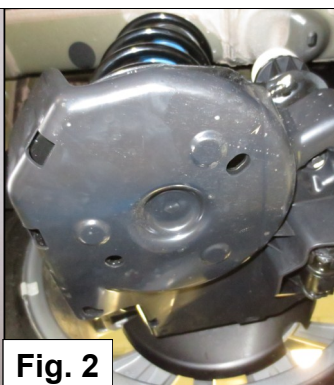

Fig. 2
1. Remove the protective covers on the underside of the support arm (see Figure 2) and remove both shock absorber bolts. If the vehicle is equipped with a height sensor then disconnect this unit.
1. Entfernen Sie die Abdeckkappen auf der Unterseite der Träger (siehe Abbildung 2) und entfernen Sie die Stoßdämpfer Bolzen. Wenn das Fahrzeug ist ausgestattet mit Höhesensor diese auch entfernen.
1. Enlever les couvercles de protection sur la face inférieure du bras de support (voir la figure 2) et démonter les boulons de l'amortisseur. Si le véhicule est équipé d'un capteur de hauteur puis retirez-le.